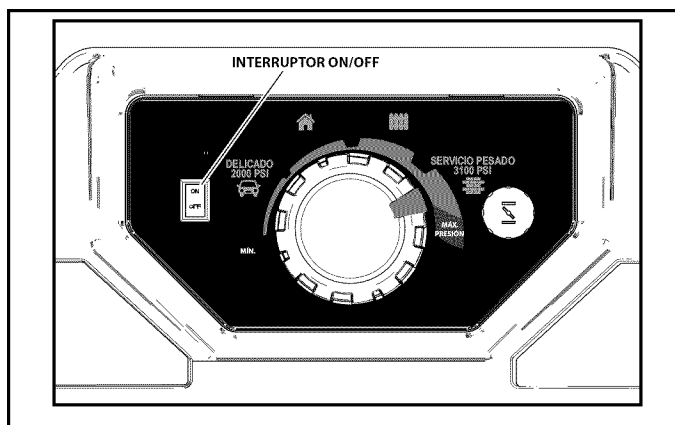

Figura 5-7. Interruptor ON/OFF
2. Ponga el interruptor de motor ON/OFF en la posición "OFF" (Figura 5-7).